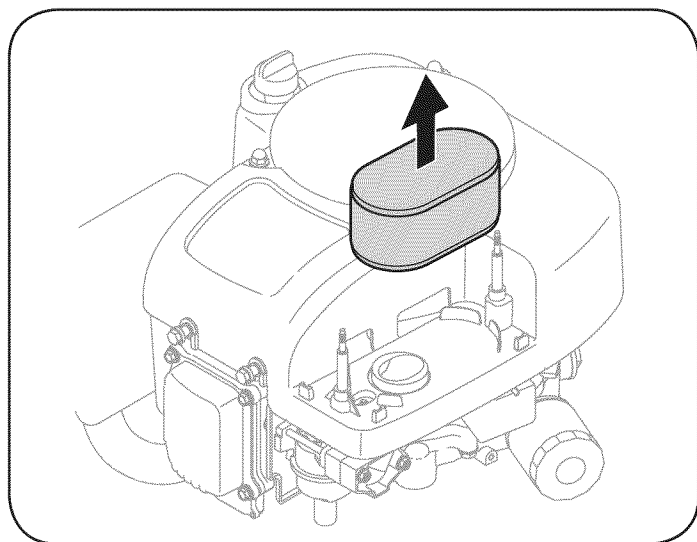

Figura 24
2. Extraiga el filtro de aire. Vea la Figura 24.